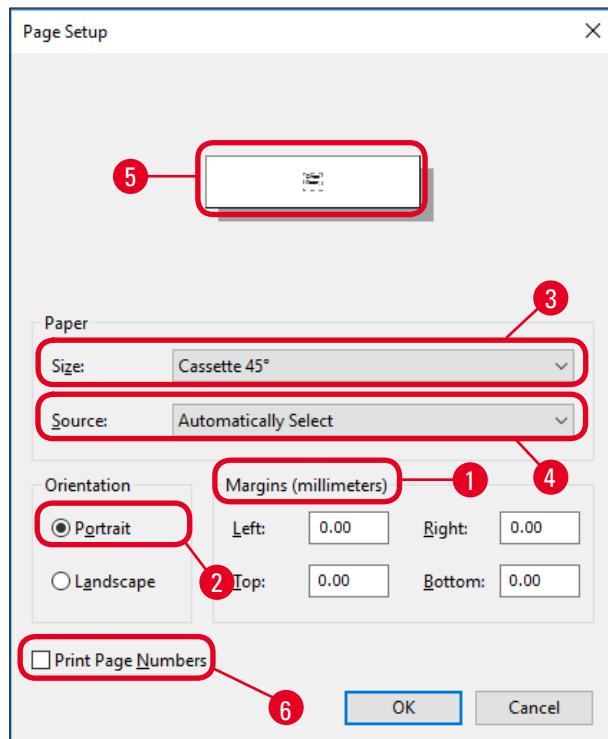

図 46
3. まず、ページ設定を選択します。File > Page Setup をクリックすると、Page Setup ダイアログボックスが開きます (→ "図 46")。